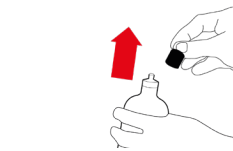

Fig. 2-12
26.17 – Prendere la nuova bombola CO₂, mantenerla in posizione verticale con la valvola rivolta verso l'alto, rimuovere il sigillo e il tappo di protezione della valvola, vedi Fig. 2-12.